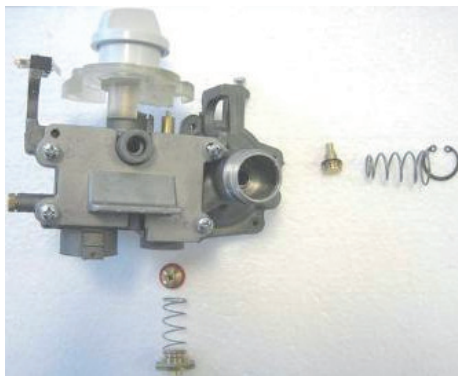

Figura 5.6
- Sostituire correttamente il diaframma acqua e il diaframma gas (Figura 5.6).